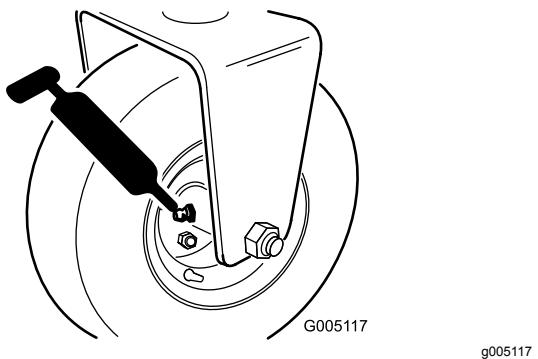

Bild 31
- Heckrollennabe, oder bei einem Dreiradantrieb, Rollenkupplungen des Hinterrads und externes Kugellager (1) (Bild 31)